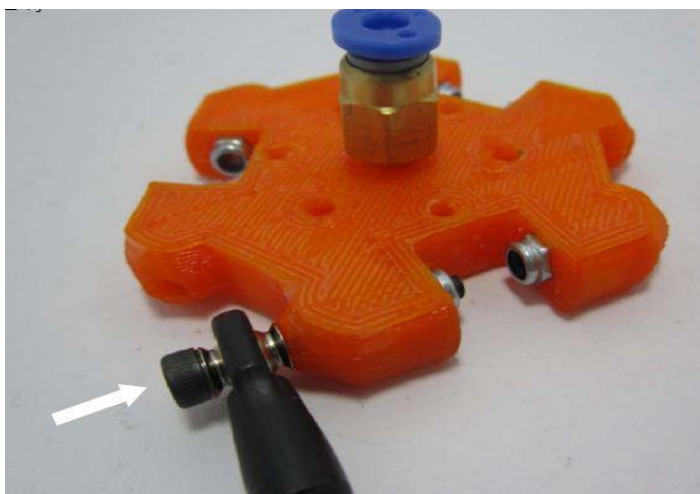
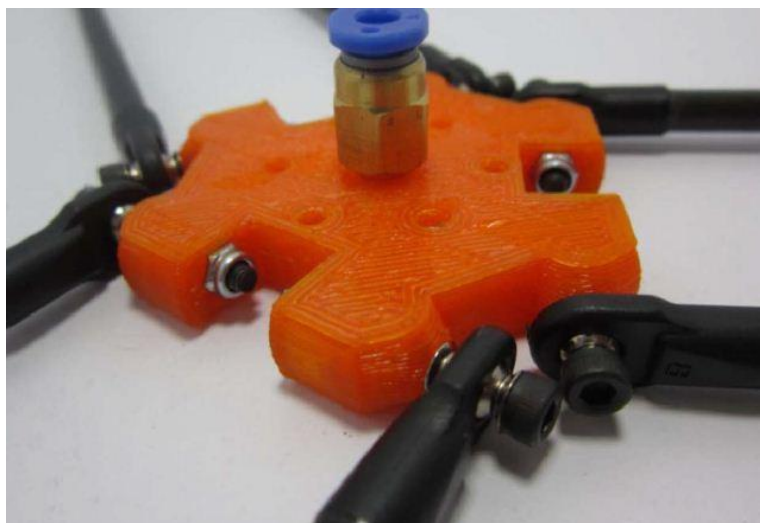

图 5-80 联动臂与固定座连接
图 5-81 连接后的效果
3) 将联动臂安装到挤出头固定座上：首先用 M3×25mm 螺钉穿过顶端推杆的球头，然后将螺钉拧到对应的位置，如图 5-80、图 5-81 所示。